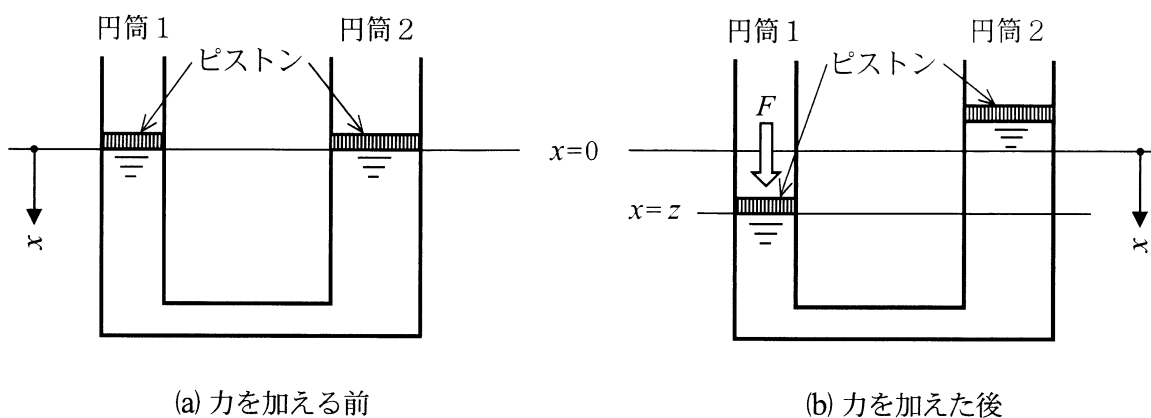

図1 ピストンの位置
1) 図1 (a) のように、断面積  $A_1$  の円筒1と断面積  $A_2$  の円筒2が、下方にある管により接続されている。ここで、 $A_1 < A_2$  であるとする。この容器の中に密度  $\rho$  の液体が入っており、二つの円筒の液体上にピストンが置かれている。ピストンは摩擦なく上下し、その質量は無視でき、ピストンに漏れはないものとする。また、ピストン上部の気体の圧力を  $P_0$  とする。二つの円筒内のピストンが釣り合い、同じ高さになったときのピストン下面位置を原点として、下方に  $x$  座標をとる。
円筒1のピストンを力  $F$  で下方に押したところ、図1 (b) のように円筒1のピストンの下面は  $x = z$  の位置まで移動した。  $x = z$  における円筒1の液体の圧力は、  $z$  を用いずに式で表すと  で示される。同じく  $x = z$  における円筒2の液体の圧力は、  $F$  を用いずに式で表すと  で示される。したがって、力  $F$  と移動距離  $z$  の間には次の関係式が成り立つ。